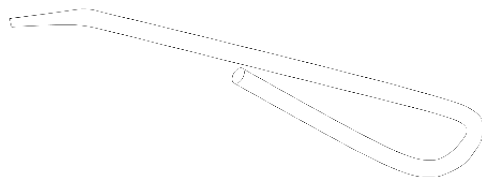

Рис. 7.3. Ключ.
1. Подключите кабельный разъем плазморона к разъёму аппарата на передней панели (См. рис 7.4, 7.5). Используйте ключ (См. рис. 7.3).